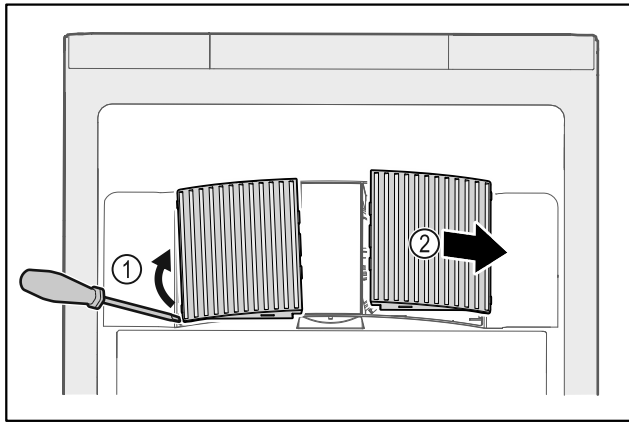

Fig. 201
- ▶ Extraire par un mouvement de levier les caches latéraux Fig. 201 (1) vers l'avant Fig. 201 (2).